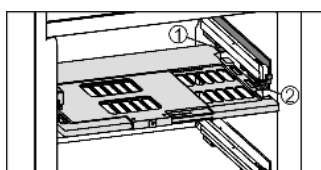

Fig. 11
- ▶ Установка пластины регулировки влажности: поперечные ребра крышки на пластине вставить через низ в задний держатель *Fig. 11 (1)* и защелкнуть спереди на держателе *Fig. 11 (2)*.